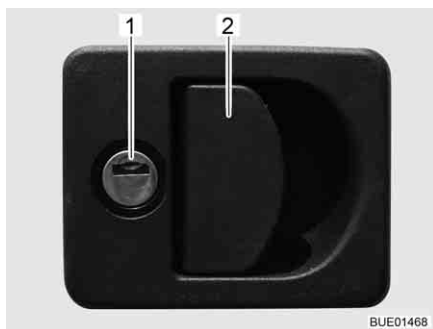

Fig. 63 Fechadura de alçapão com invólucro do manípulo
- Meta a chave no canhão da fechadura (Fig. 63,1), girando-a um quarto de volta. A fechadura de alçapão está destrancada.
- Puxe o manípulo da fechadura (Fig. 63,2). A porta de alçapão está aberta.